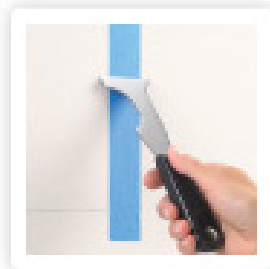

Fig. 4
- ASEGURE LIGERAMENTE LA CINTA:** Asegure la cinta aplicando una ligera presión (vea la Fig. 4). Use una tarjeta de crédito de plástico si no tiene un cuchillo de masilla o similar.